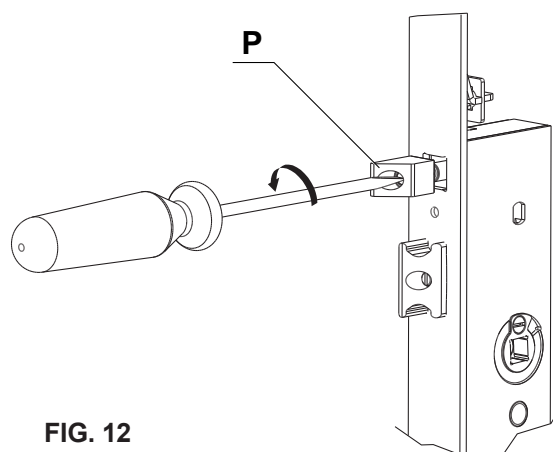

FIG. 12
- Extraiga el pistón antiferzamiento "P" (Fig. 12)